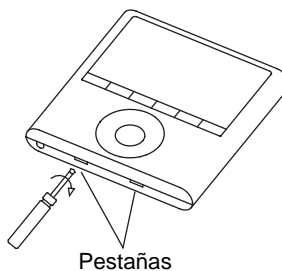

Fig 3-2
- Con un destornillador plano desanclar las 2 pestañas de la parte inferior del control cableado, extraer la parte superior del control (Fig. 3-2).